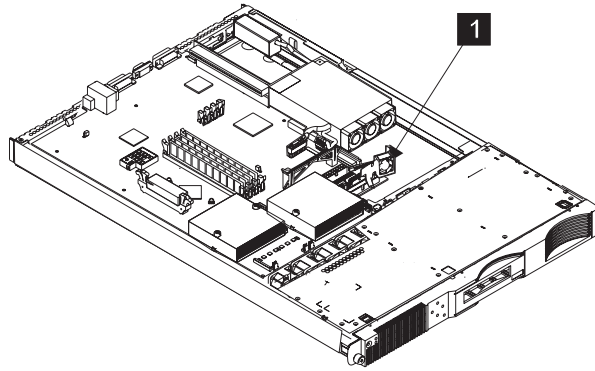

図 131. SAN ポリウム・コントローラー 2145-4F2 ディスク・ドライブ・ファンの取り外し
5. ディスク・ドライブ・ファンの右側を前方にスライドさせて、477 ページの図 131 で示すように、ファン・アセンブリー **1** 全体を除去します。次にアセンブリーをクリップから引き離します。